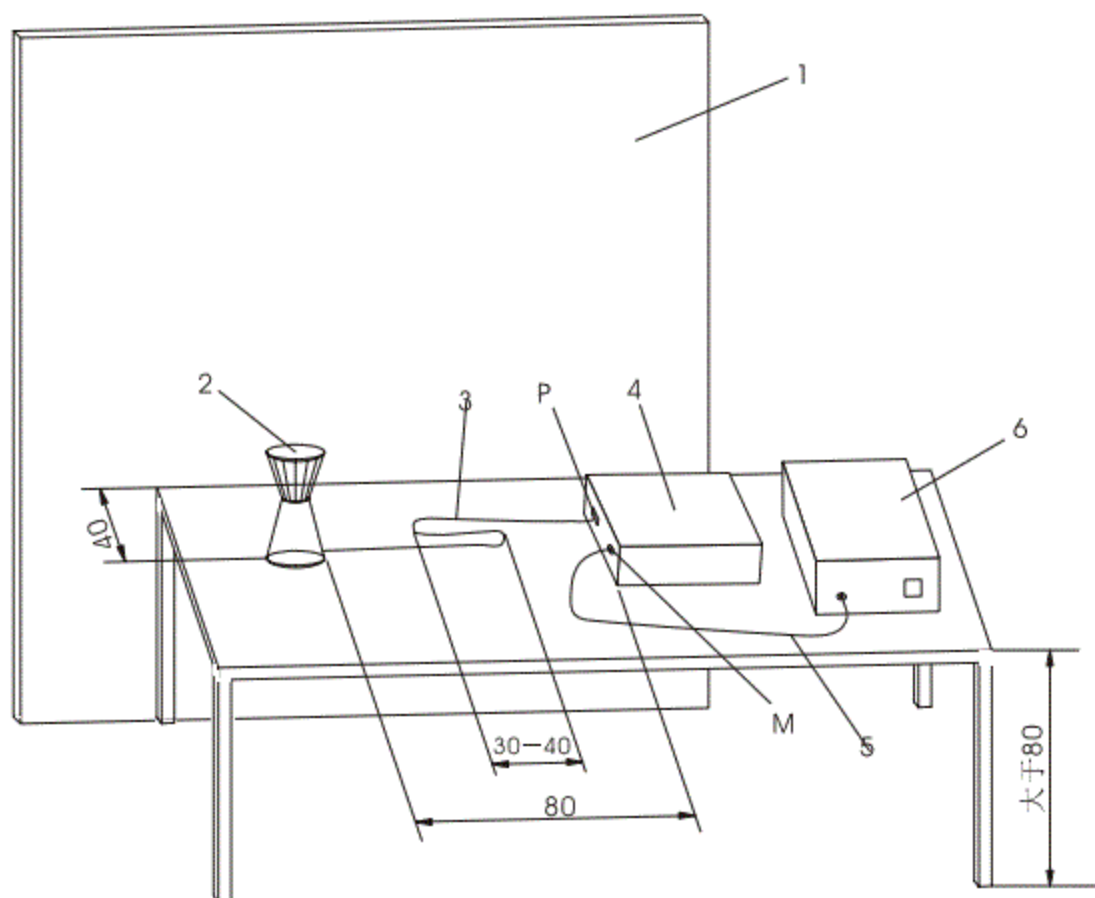

图 7 台式设备的布置方法
- 1、 测量布置方法见图 7；
- 1、 测量布置方法见图 7，需附加模拟手进行测量；